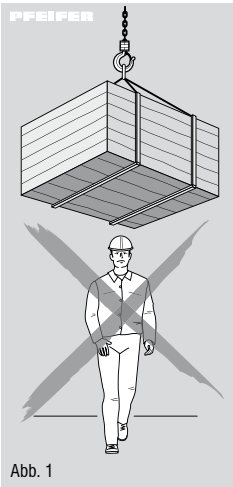
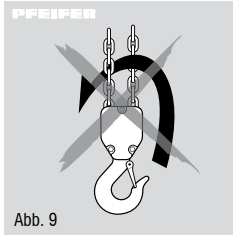

Abb. 1
Abb. 9
Durch Ziehen an der Handkette im Uhrzeigersinn wird die Last angehoben. Die Last stets in der Hakenmitte einhängen. Hakenspitze nicht belasten (Abb. 9).
- Hakenspitze nicht belasten (Abb. 9).
- In explosionsgefährdeter Umgebung (EX) ist der Einsatz verboten!
- Lasten dürfen nicht über Personen hinweg gehoben werden (Abb.1).
Vor jeder Inbetriebnahme bei zwei- und mehrsträngigen Geräten darauf achten, dass die Lastkette nicht verdreht oder verschlungen ist. Ebenfalls kann es zu einer Verdrehung kommen, wenn z. B. die Unterflasche umgeschlagen wurde (Abb.9). Bei Kettensatz ist auf einen richtigen Kettenverlauf zu achten.